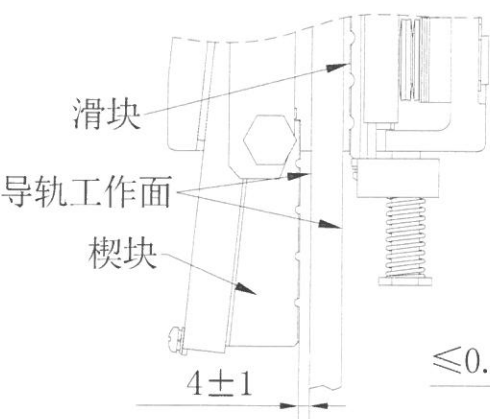

图 4
2.2.3. 楔块与导轨间隙为: $4\pm1\text{mm}$ (图 4)。